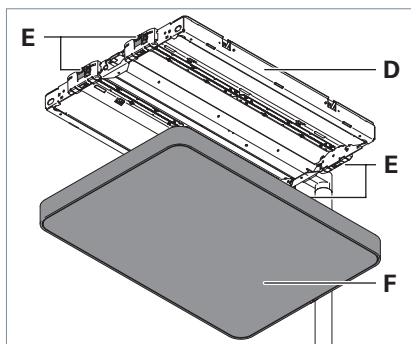

Fig. 19: Blendenrahmen demontieren.
- Drücken Sie alle vier Rasthaken **E**, bis sich der Blendenrahmen **F** löst und nehmen Sie den Blendenrahmen nach unten vom Leuchtenchassis **D** ab, siehe Fig. 19.